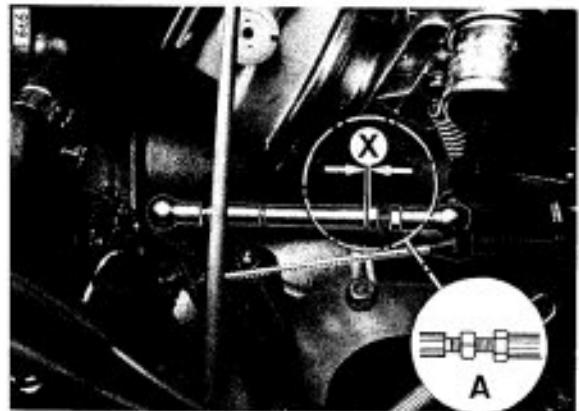

Bild 30 Gasgestänge
- Gasgestänge, Bild 30, so einstellen, daß ein Spiel $X = \text{ca. } 0,2 \text{ mm}$ vorhanden ist.